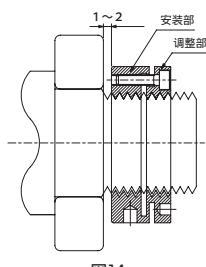

图 14
2. 请事先松掉夹紧螺丝。之后拧上夹紧螺母直至露出端面（1-2mm）。(图14)